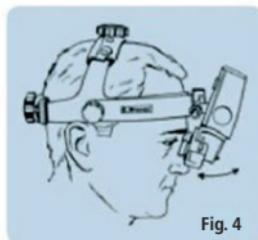

Fig. 4
Sitúe el bloque binocular (O) lo más cerca posible de los ojos o gafas para un campo de visión máximo. Afloje ligeramente el mando de ángulo del oftalmoscopio (E) para permitir el ajuste y apriete cuando esté en posición como en (fig 4).